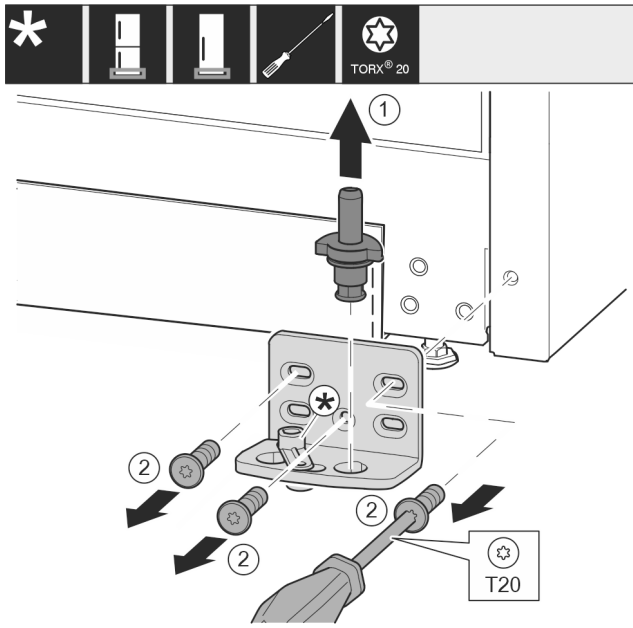

Fig. 44 *
- ▶ Lagerbolzen Fig. 44 (1) komplett nach oben herausziehen.*
- ▶ Schrauben Fig. 44 (2) mit Schraubendreher herausdrehen und Lagerbock abnehmen.*